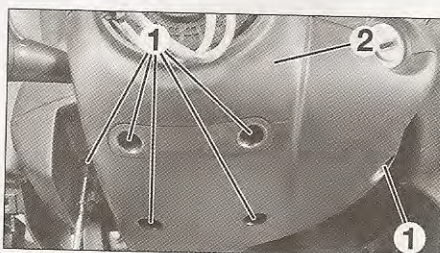
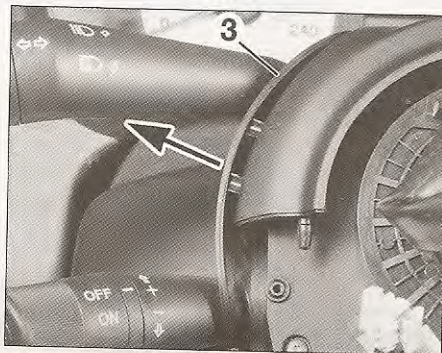

FIG. 3
FIG. 4
- Desmontar los tornillos (1) de la guarnición inferior (2) de la columna de dirección (fig. 3).
- Desengrapar la guarnición inferior (2) y desmontarla.
- Desengrapar la guarnición lateral (3) de mando de intermitente (fig. 4).